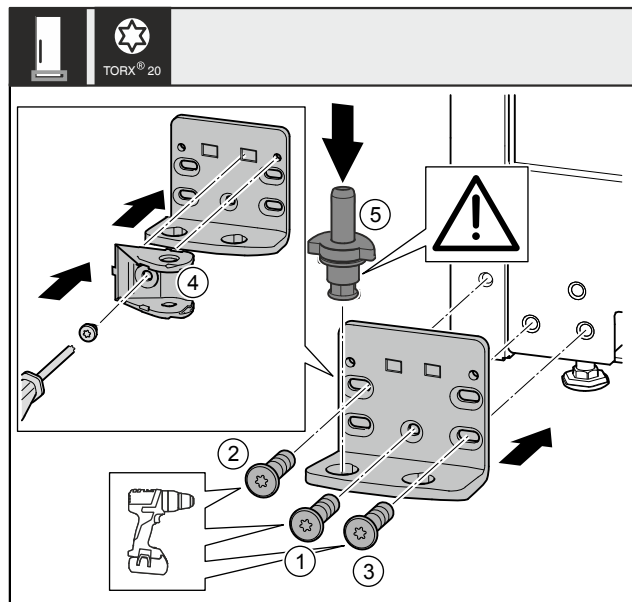

Fig. 37 *
- Nasadte stojan ložiska na druhé straně a přišroubujte pomocí šroubováku. Začněte šroubem Fig. 37 (1) dole uprostřed.*
- Utáhněte šroub Fig. 37 (2) a šroub Fig. 37 (3).*
- Spojení tlumiče zavírání Fig. 37 (4) otočte o 180°. Šroubovákem přišroubujte na druhé straně stojanu ložiska.*
- Zcela vložte ložiskový čep Fig. 37 (5). Přitom dávejte pozor, aby zajišťovací vačka směřovala dozadu.*